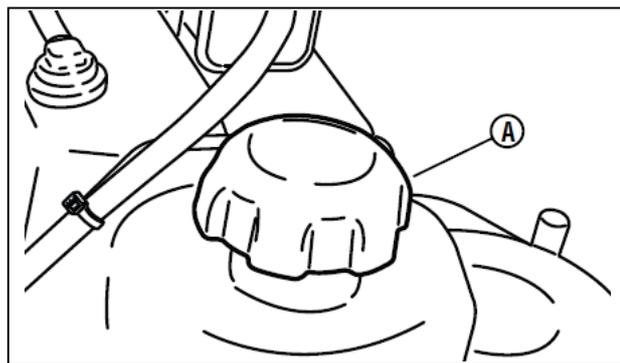

図5-2 燃料タンクキャップ
1. 燃料キャップを外してください（図5-2のB）
8. 燃料補給後にガソリンの蒸気が拡散するよう本機の外側に押します。燃料補給の後に燃料タンクキャップ(図5-2のA)をしっかりと締めてください。